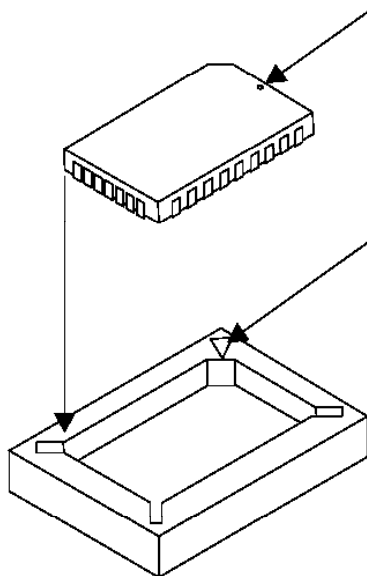

Figura 3-2. Alinhamento do Módulo
- 3 O módulo Flash possui um canto angulado. Alinhe o canto angulado com a seta, conforme apresentado na Figura 3-2.